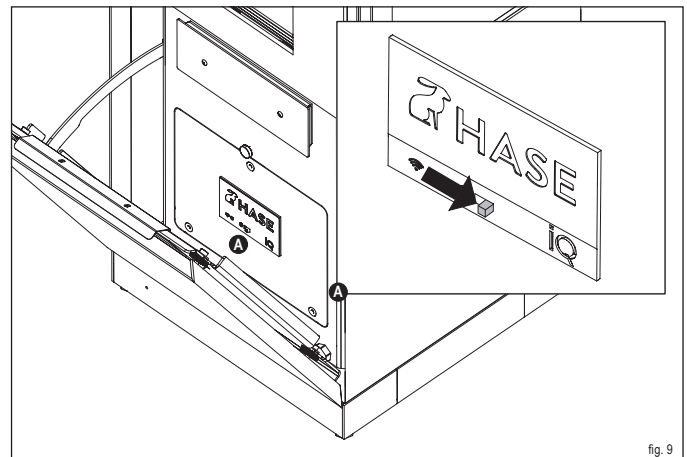

fig. 9
- ▶ Posizionare l'interruttore presente sul pannello di controllo su "ON" (fig. 9). Quando la spia operativa lampeggia di blu, il regolatore è pronto per l'uso.